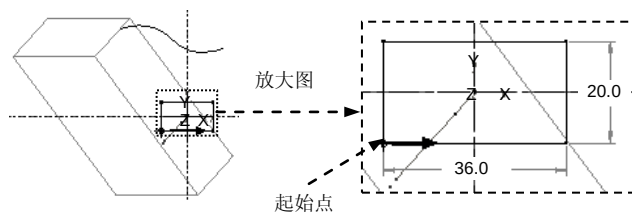

图 4.3.9 第一个截面图形
(5) 进入**草绘**环境后，绘制和标注图 4.3.9 所示的截面图形，单击“确定”按钮.